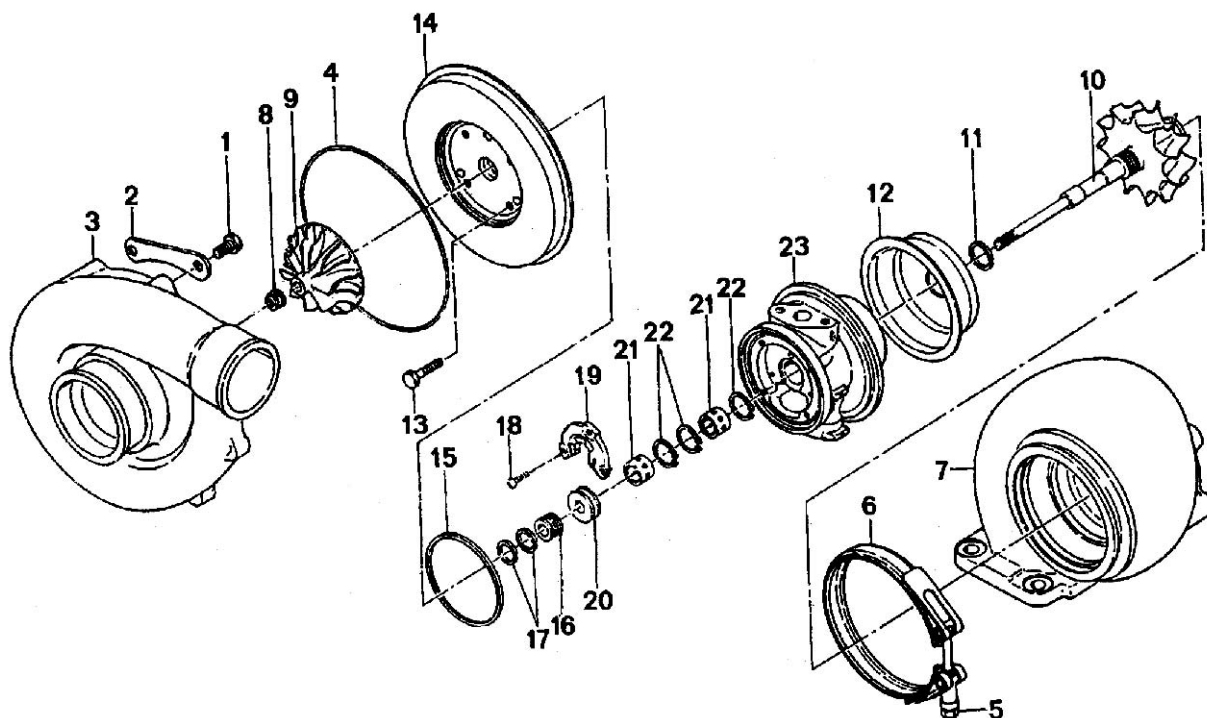

Figura 195
6. Montar el anillo sellador (17, figura 195) en el espaciador (16, figura 195). Luego, montar el espaciador (1) en la chapa trasera (2).
*Para las operaciones a seguir ver la figura 195:*
9. Montar en el cuerpo central (23) la abrazadera(6). Montar el cuerpo de la turbina (7) y orientarla en la posición correcta. Posicionar la abrazadera (6) y apretar la tuerca (5) al par de apriete indicado.
10. Montar en la chapa trasera (14) el segmento de sellado (4). Montar y orientar en la posición correcta, el cuerpo del compresor (3). Colocar las chapas (2) y apretar los tornillos (1) con el par de apriete indicado.